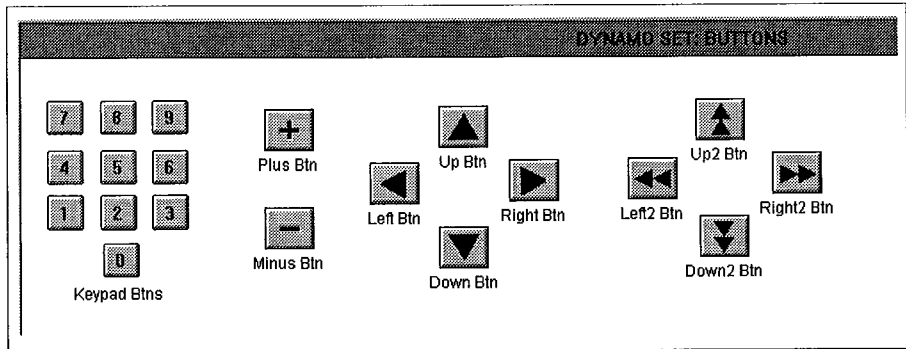

Figure 3-23 Bibliothèque de Dynamos 'boutons' (boutons)
- 5 Sélectionnez 'buttons' dans la liste et cliquez sur 'OK'. Une sélection de Dynamos de boutons prêts à être sélectionnés s'affiche au bas de l'écran, voir figure 3-23.